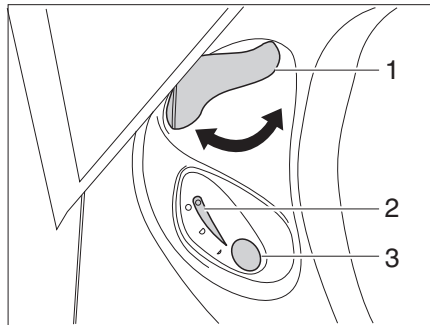

Bild 382 Reglage Thetford-toalett
- Öppna spjället på Thetford-toaletten före spolning. Därtill vrids spjällspaken (Bild 382,1) moturs.
- För att spola trycker man på den blå spolknappen (Bild 382,3).
- Efter spolning stängs spjället. Därtill vrids spjällspaken (Bild 382,1) medurs.
Kontrolllampan (Bild 382,2) lyser när Thetford-kassetten måste tömmas.
- Spjällspaken (Bild 382,1) vrids medurs. Spjället stängs. För att kunna tömma toaletten **måste** spjället vara stängt i Thetford-toaletten.